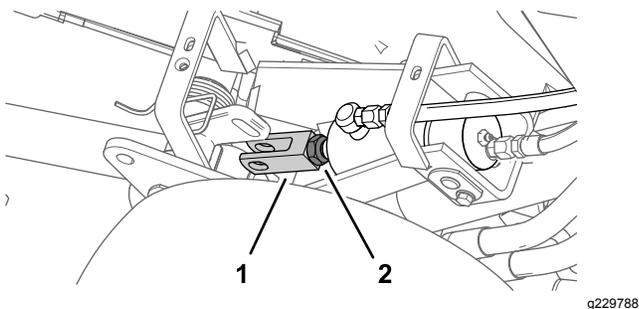

図 53
6. クレビスフィッティングを昇降アームに組み付けてクレビスピンとリテーナピンで固定し、ジャムナットを締め付ける図 52と図 53。